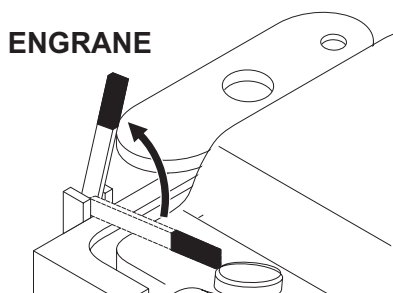

Figura 39. Palanca de transmisión engrane/desengrane (posición de engrane)
2. Levante la **palanca de engrane/desengrane**, localizada en la consola (Figura 39). Deje la palanca abajo para desenganchar la transmisión y permitir el empuje manual durante el corte o mover la maquina alrededor del área de trabajo.